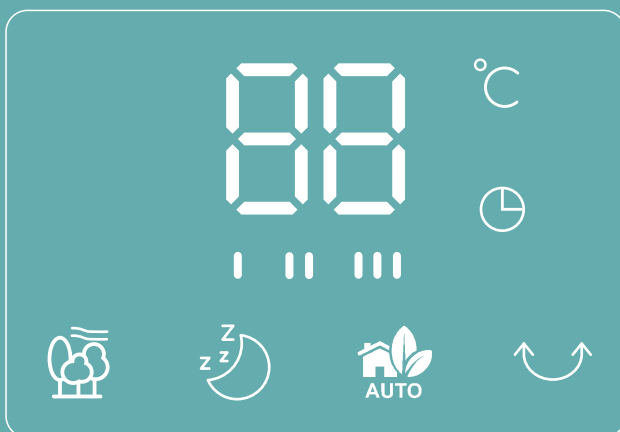

FIG. 5
7. DISPLAY : Kan tijdelijk worden uitgeschakeld door op de LED-knop op de afstandsbediening te drukken of door de toets SPEED op het bedieningspaneel langer dan 3 seconden ingedrukt te houden. (Fig. 5)